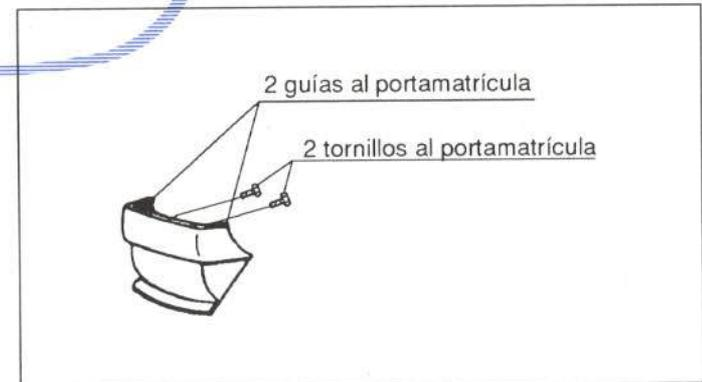

Figura 23.- Fijación del guardabarros
- Guardabarros trasero (figura 23).
En la figura 23 se muestra su fijación.